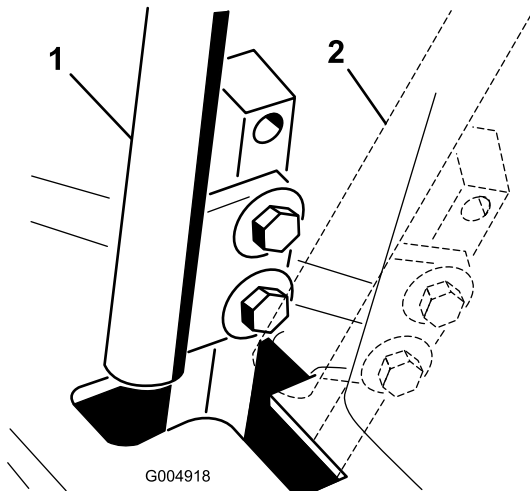

図 64
4. レバーのうちの1本をニュートラル位置にセットするがロックはしない(図 64)。
6. コントロール・レバーと、コンソールのノッチとの位置関係を見る(図 64)。レバーがノッチの中心に整列しており、レバーを外側に倒せばニュートラル固定位置にセットされる状態であれば適切である。